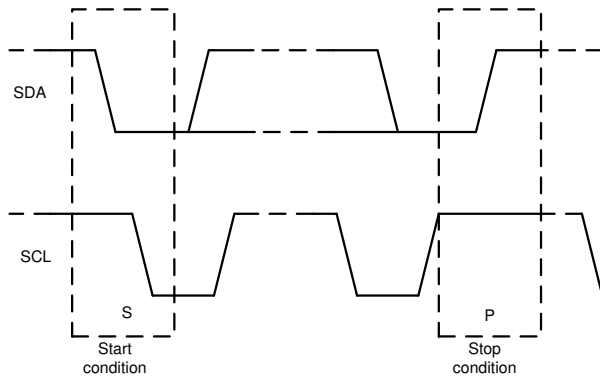

图 7-21. 启动和停止条件
1. 控制器通过产生启动条件来启动数据传输。启动条件是当 **SCL** 为高电平时在 **SDA** 线上发生从高到低的转换，如图 7-21 所示。所有与 **I²C** 兼容的器件都会识别启动条件。
4. 为了用信号指示数据传输结束，控制器通过在 SCL 线处于高电平期间将 SDA 线从高电平拉低来产生停止条件，如图 7-21 所示。此操作将释放总线并停止与寻址的目标器件之间的通信链路。所有与 I²C 兼容的器件都会识别停止条件。在收到停止条件后，将释放总线，然后所有目标器件等待启动条件，接着是匹配的地址。